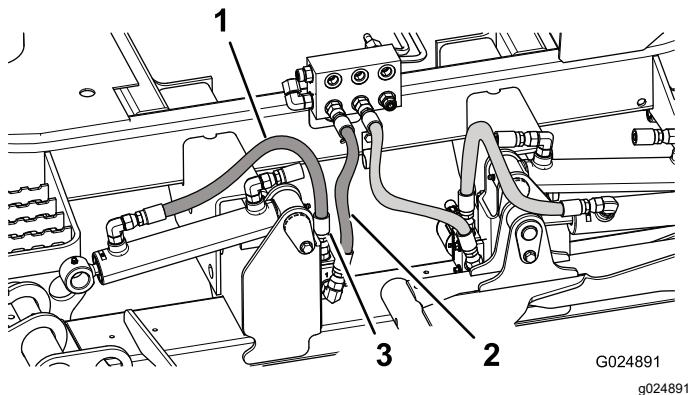

Figure 8
7. Acheminez et raccordez l'extrémité du flexible débranché du raccord du collecteur de jonction au raccord supérieur (droit) du collecteur de verrou de plateau (Figure 8).
8. Acheminez et raccordez le nouveau flexible au raccord du collecteur de jonction et au raccord à 90 degrés du collecteur de verrou de plateau (Figure 8).